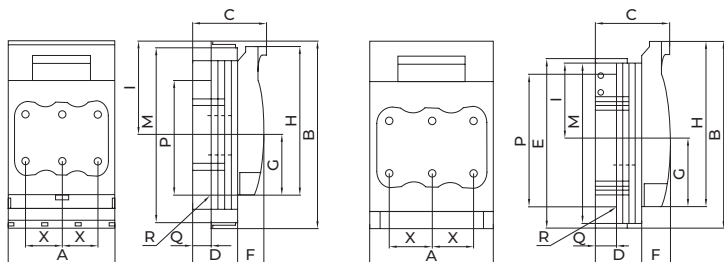

Рис. 1
- зробити отвори на монтажній панелі згідно шаблону для свердління отворів, як показано на Рис. 1.